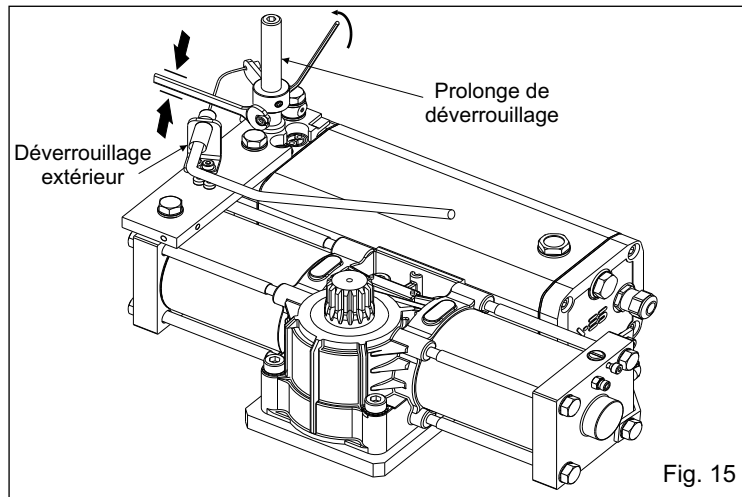

Fig. 15
4.1. Avant de positionner l'opérateur dans la caisse portante, installer la rallonge du déverrouillage (Fig. 15).
-Puisque il s'agit d'une manœuvre d'urgence, le déverrouillage extérieur a la fonction seulement de déverrouillage, **pour rebloquer l'opérateur il faut toujours intervenir sur le déverrouillage intérieur.**(Fig. 15) ▲